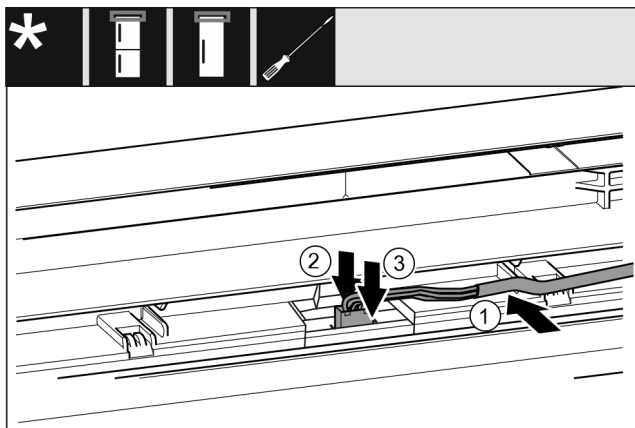

Fig. 61 Комбинация из холодильных и морозильных агрегатов / морозильные агрегаты / холодильные агрегаты*
- ▶ Вставьте кабель Fig. 61 (1) в направляющую в верхней двери.*
- ▶ Прижмите защелку Fig. 61 (2) назад.*
- ▶ Зафиксируйте штекер Fig. 61 (3)*.